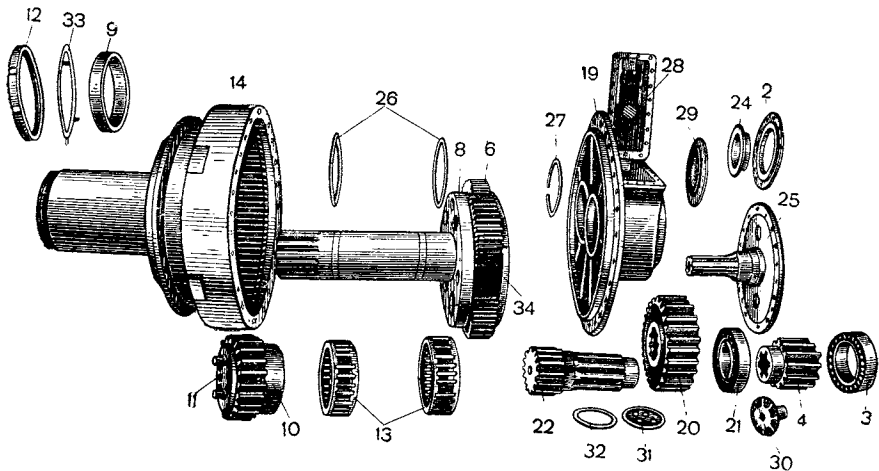

Рис. 182. Детали бортовой передачи:
**Картер 19** представляет собой фасонную отливку. Он предназначен для монтажа шестерен простого ряда. В стенках картера выполнены четыре цилиндрических гнезда для установки сферических подшипников ведущего и ведомого валов и прямоугольный люк (рис. 179), через который устанавливается ведомая шестерня 20 (рис. 182) при сборке бортовой передачи. В левой бортовой передаче этот люк расположен наклонно в сторону кормы, а в правой — вверх. Люк закрывается крышкой 28, которая крепится к картеру болтами. В крышке 28 правой бортовой передачи монтируется привод спидометра и имеется отверстие для установки сапуна. Люк левой бортовой передачи закрывается плоской крышкой.
**Ведущий вал** стальной, шлифованный, выполнен заодно с несущим диском. К несущему диску болтами крепится венец муфты полужесткого соединения. На шлицы ведущего вала устанавливается ведущая шестерня 4, которая удерживается от осевых перемещений пробкой 30 (рис. 182), ввернутой в резьбовое отверстие торца вала. Пробка стопорится в свою очередь болтами, ввернутыми в торец ступицы шестерни.